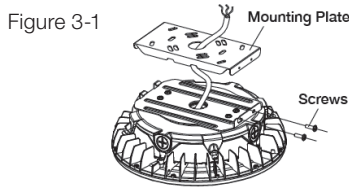

Figure 3-1
1. Loosen screws with screwdriver, and detach the mounting plate. Figure 3-1
1. Desserrer les vis à l'aide d'un tournevis et détacher la plaque de montage. Figure 3-1